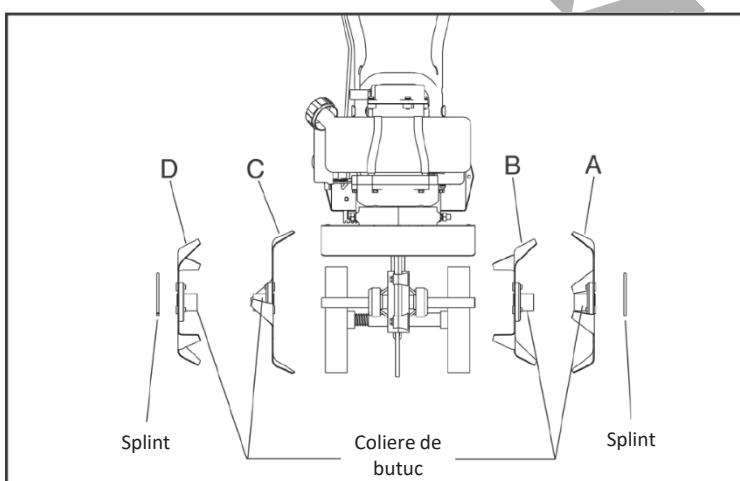

Figura 3 (vedere frontală)
2. Glisați apoi dintele exterior "A" și dintele "D" pe fiecare capăt al arborelui. Dintii trebuie instalati în ordinea corectă, astfel încât să fie poziționați de la stânga la dreapta A, B, C, D, aşa cum sunt văzuți din poziția utilizatorului pe minicultivator. Asigurați-vă că colierele butucului de pe perechile de dinți din dreapta și din stânga sunt orientate una spre cealaltă, astfel încât să existe o distanță adecvată între lamele dinților. (A se vedea figura 3.)